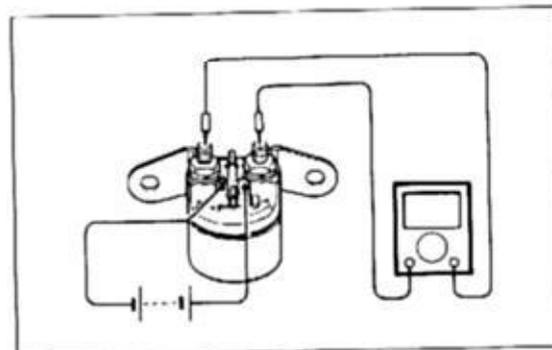

Bild 60
-  Durchgangsprüfung (Bild 60): Starterkabel vom Starterrelais trennen. Zündung einschalten, Kupplungshebel ziehen und Starterknopf drücken.